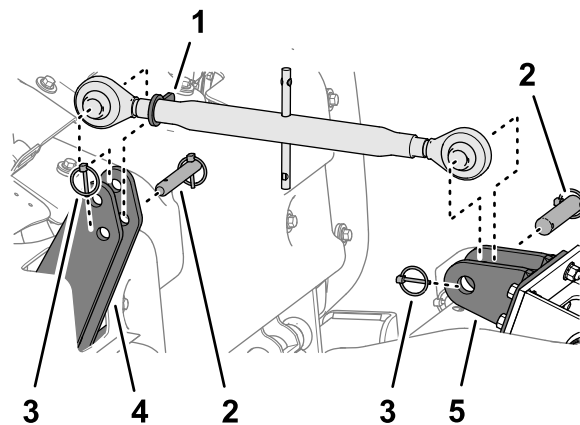

Рисунок 48
2. Ослабьте контргайку (Рисунок 48) и поверните верхнюю регулировочную тягу, чтобы снять натяжение между машиной и тяговым блоком.
3. Снимите шплинт с кольцом и штифт тяги, который крепит верхнюю регулировочную тягу к верхним пластинам сцепки машины (Рисунок 48).
4. Снимите шплинт с кольцом и штифт тяги, который крепит верхнюю регулировочную тягу к кронштейну тяги тягового блока (Рисунок 48).